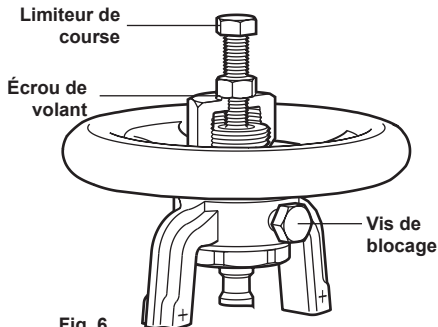

Fig. 6
- 5.4** Les vannes GAV-T sont montées avec un clapet profilé qui permet le contrôle de la fermeture lors de l'ouverture de la vanne. Le nombre de tours d'ouverture modifiera le débit dans la vanne. Une fois que le débit correct est obtenu, s'assurer que la vis de blocage et le limiteur de course (voir Fig. 6) sont serrés. Ceci afin de minimiser toute vibration. Voir le diagramme opposé qui indique la conséquence d'ouverture de la vanne dans chaque dimension.